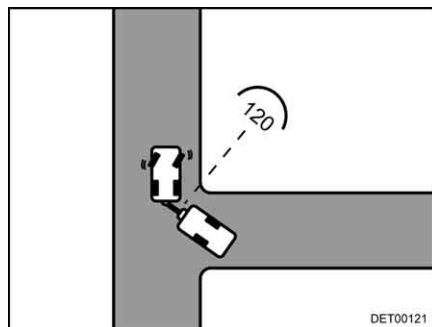

Bild 20 Start
- Stanna genast när bilen och husvagnen står i ca 120° vinkel mot varandra (Bild 20).